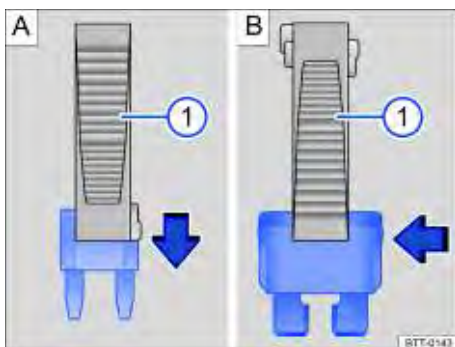

Fig. 167 Remover ou instalar um fusível com a garra da pinça de plástico .
⇒ Fig. 167  da cobertura da caixa de fusíveis.
- Em caso de *fusíveis pequenos*, encaixar a garra  por cima ⇒ Fig. 167 A.
- Em caso de *fusíveis maiores*, empurrar a garra  lateralmente sobre o fusível ⇒ Fig. 167 B.